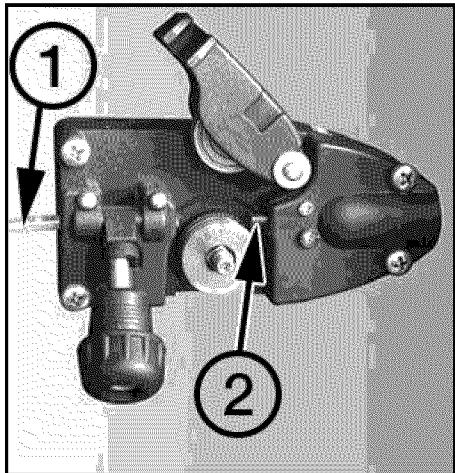

Fig. 6
2.10 Inserte el alambre en el tubo guía de entrada (Fig. 6, 1), hágalo pasar a través del rodillo impulsor e introduzcalo al forro del soplete (Fig. 6, 2) unas 6 pulgadas.